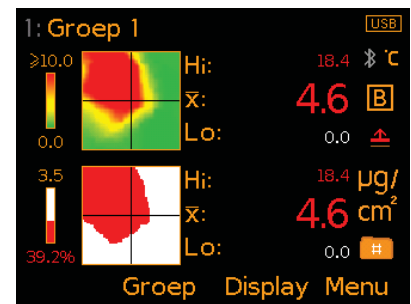

Fig. 8: Zoutdichtheidskaart & OK / Niet OK kaart
- **Zoutdichtheidskaart^a (Fig. 8);** Toont een visuele indicatie van de dichtheid van de zoutverontreiniging van het testgebied. Het niveau oplosbare zouten wordt geïllustreerd met groene en rode contouren; groen voor zeer lage zoutconcentraties of niet-verontreinigde gebieden; geel voor gebieden met middelmatige zoutconcentraties; rood voor gebieden met verontreinigingniveaus die het ingestelde schaalbereik overschrijden.